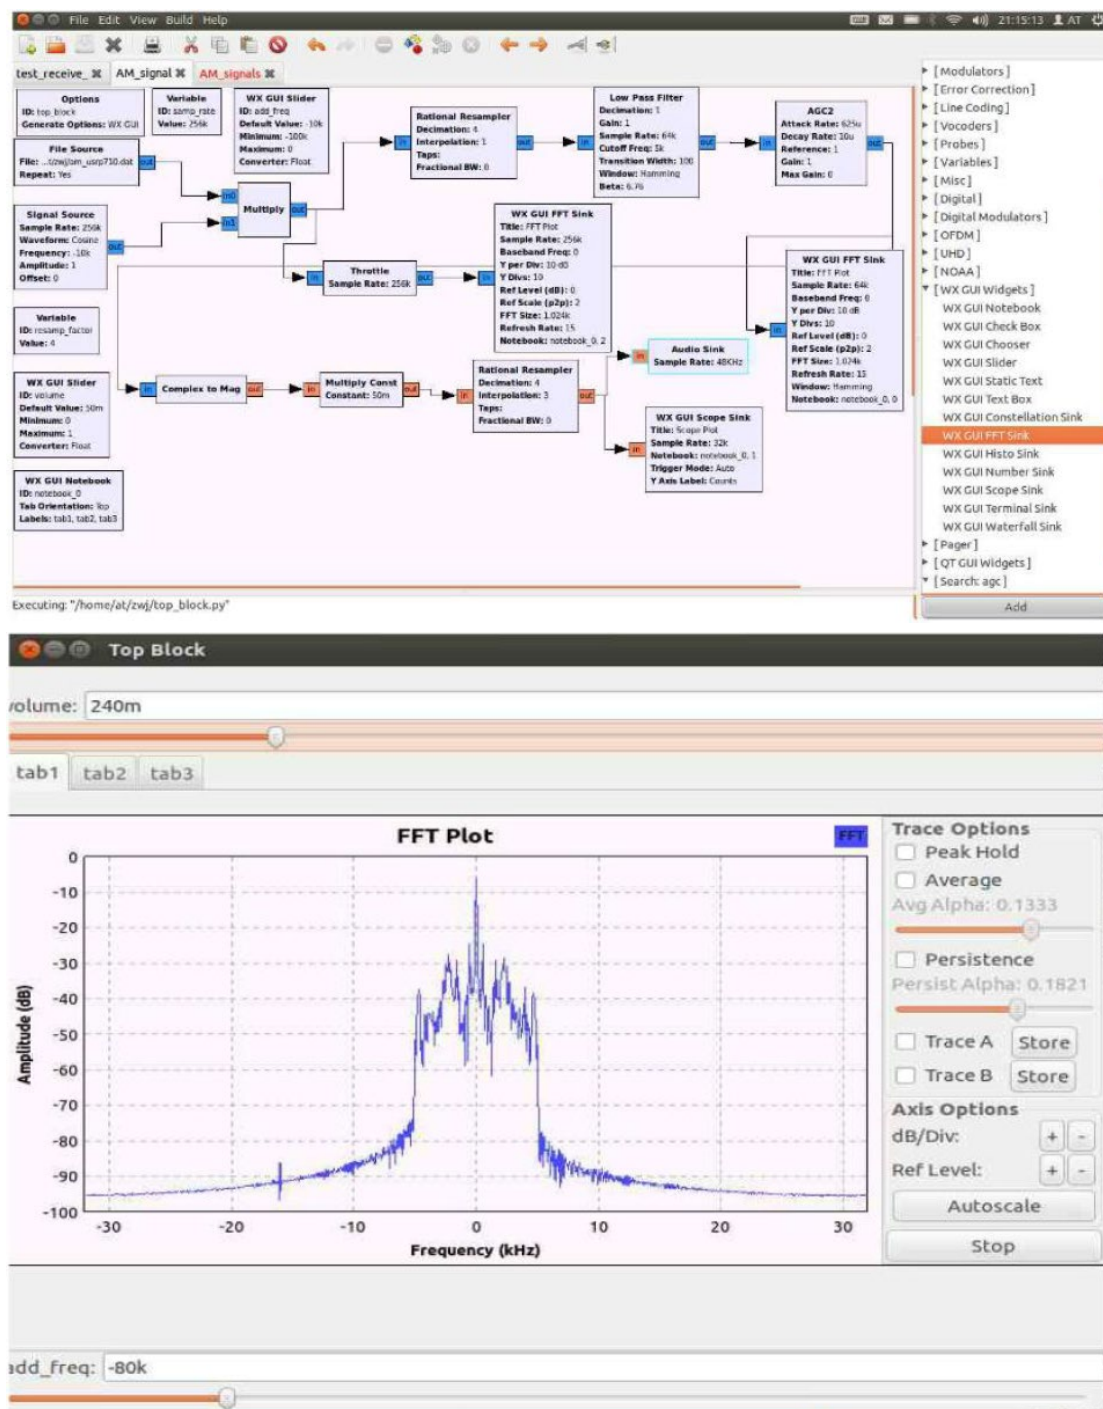

图 11
9.增加自动增益控制模块（AGC2）及调节频率的 slider 模块，得到如图 11 所示的结果：